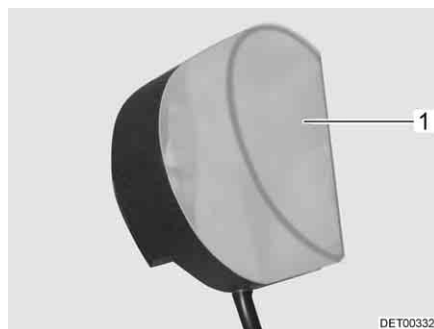

Fig. 72 Luci armadi guardaroba
- Comprimere leggermente e rimuovere la copertura della lampada (Fig. 72, 1).